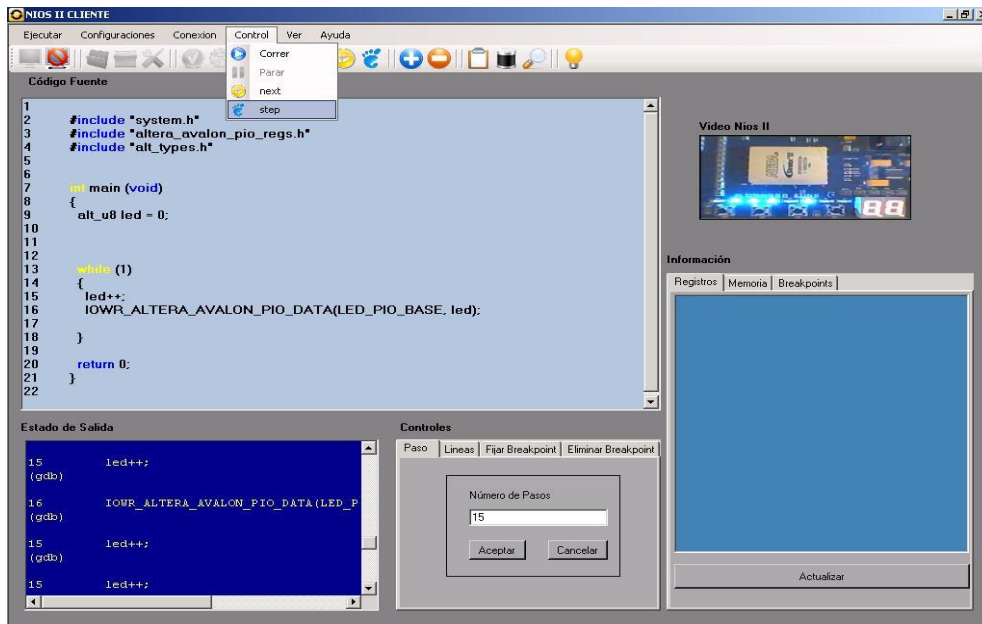

Figura B14 Proceso de ejecución del comando Step
13. Step Figura B14, permite la ejecución paso a paso del programa, entrando en el código de las funciones implementadas, la opción step del menú control activa la pestaña paso la cual permite ingresar varios pasos a la vez.